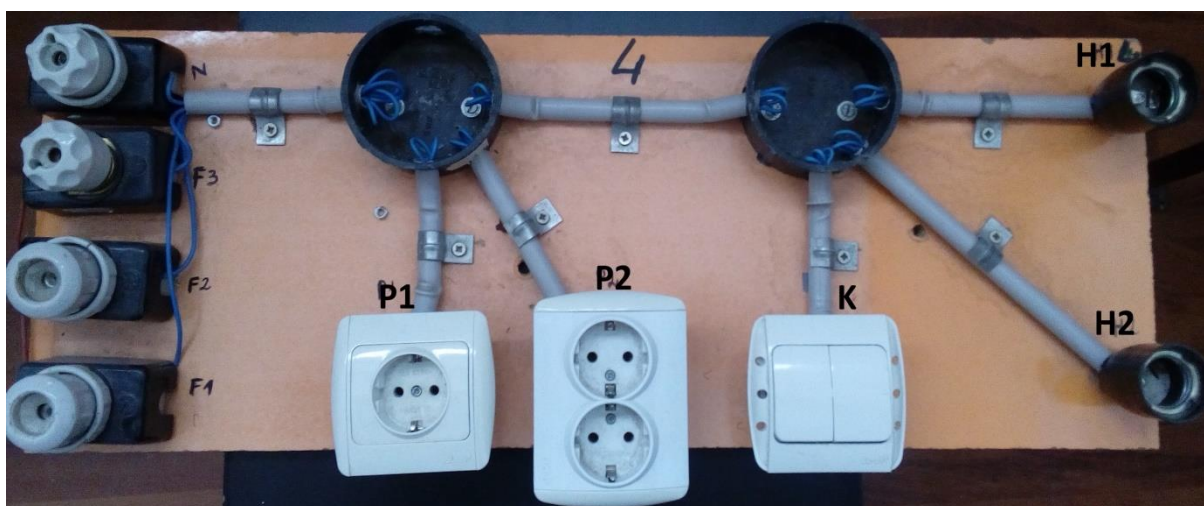

Figura 1.20 Panoplie demonstrativă cu instalație de iluminat și prize
1. Se dă panoplia cu instalația electrică de iluminat și prize din **figura 1.20**;
2. Realizează în Proficad **schema electrică monofilară** a instalației electrice de pe panoplia din figura 1.20
4. Realizează în Proficad **schema electrică de conexiuni** în doze a instalației electrice de pe panoplia din figura 1.20
6. Realizează în Proficad **schema electrică desfășurată** a instalației electrice de pe panoplia din figura 1.20